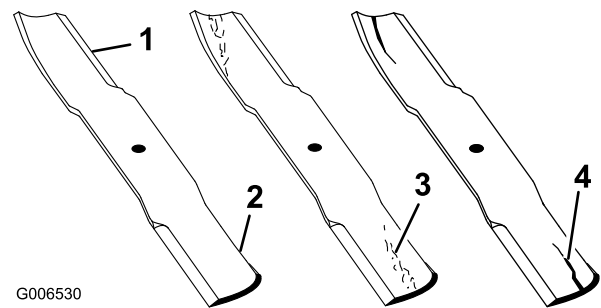

Figura 90
1. Controllate i taglienti (Figura 90). Se i taglienti non sono affilati o mostrano delle tacche, togliete le lame e affilatele. Vedere Affilatura delle lame (pagina 66).
2. Controllate le lame, in particolare l'area curva (Figura 90). In caso di danni, usura o scanalature nell'area (Figura 90), montate immediatamente una nuova lama.